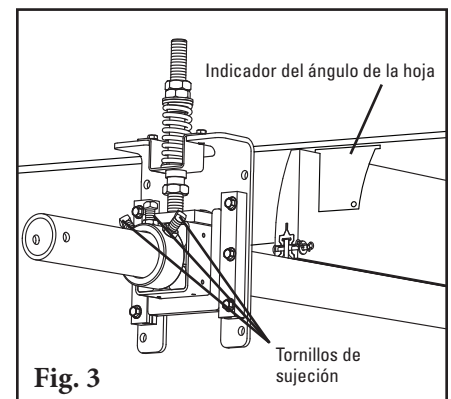

Fig. 3
3. **Quite y guarde el soporte de sombrero superior y sus accesorios** (Fig. 3).
- Establezca el ángulo de la hoja.** (Si no bajó ni quitó el eje, pase al Paso 4) Centre el eje/hojas en la banda. Utilizando el calibrador de hoja, alinee la hoja de manera que la parte superior del calibrador esté alineada con la banda (Fig. 3). Apriete los tres tornillos de sujeción en cada tensor para bloquear el eje en su lugar. La mejor práctica es apretar primero el perno del medio antes de apretar los pernos externos para asegurarse de que todo esté seguro (Fig. 3).